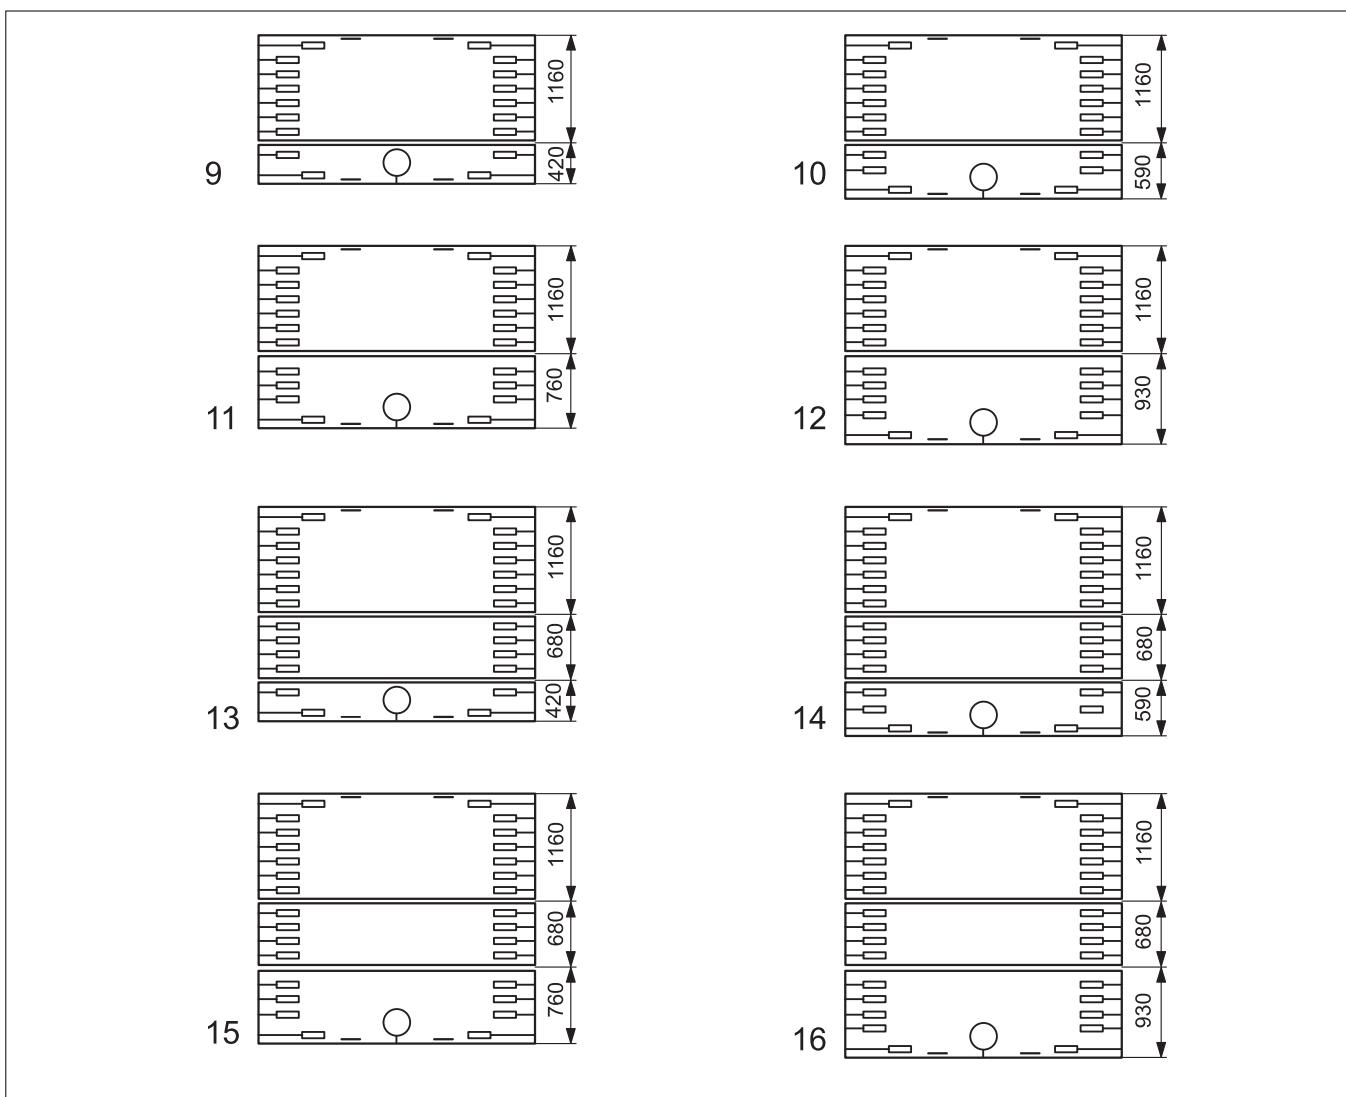

Рис. 38 Термоизоляция для различных типоразмеров котла (размеры в мм)
- ▶ Расположите теплоизоляционные элементы на котловом блоке, как показано на схеме → рис. 38 (цифры слева рядом с котловым блоком, показанным сверху, соответствуют количеству секций котла).